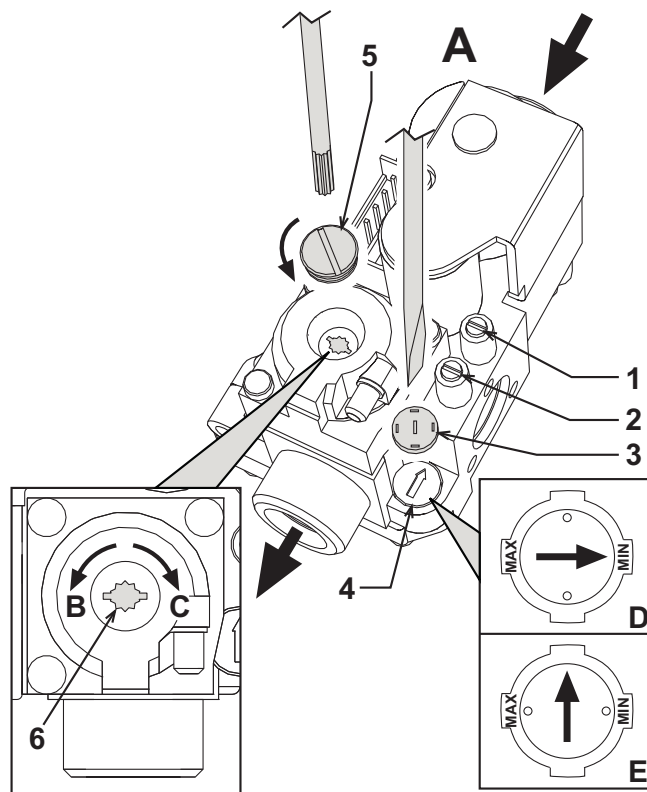

рис. 17 - Регулирование давления
На котле PEGASUS D можно регулировать тепловую производительность топки и, следовательно, тепловую мощность, передаваемую воде системы отопления; это делается исключительно путем регулировки основной горелки с помощью газового вентиля (см. рис. 17). На графиках, приведенных в параграфе сар. 5.2, показано изменение передаваемой воде тепловой мощности в зависимости от изменения рабочего давления горелки. Возможность приведения мощности котла в соответствие с реальными потребностями отопления означает, прежде всего, снижение потерь и экономию топлива. Кроме того, при регулировке мощности, регламентированной также стандартом, котлы сохраняют значения КПД и характеристики сгорания почти без изменений.
1. С помощью небольшой отвертки снимите защитный колпак 5 вторичного привода газового вентиля рис. 17.
2. Подключите манометр к клемме давления 2 (рис. 17), расположенной после газового вентиля, затем переведите ручку термостата котла на максимум.
3. Регулируйте давление с помощью винта 6 (рис. 17) на желаемое значение, руководствуясь диаграммами, приведенными в параграфе сар. 5.2.
2. Снимите с газового вентиля маленький защитный колпачок 3 (рис. 17). С помощью маленькой отвертки регулируйте "СТУПЕНЬ" розжига на основании выбранного для работы газа (G20-G25 положение D рис. 17 или G30-G31 положение E рис. 17); установите на место защитный колпачок.
- Спустите воздух из газопроводных труб через штуцер отбора давления 1 газового вентиля (рис. 17).